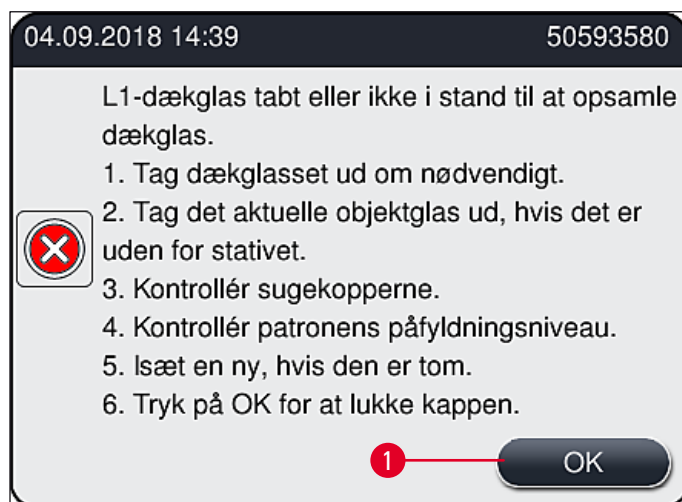

Fig. 109
Hvis **Pick&Place-modulet** mister et dækglas under transport til objektglasset, eller hvis **Pick&Place-modulet** ikke kan fjerne et dækglas fra dæglaskassetten efter 3 forsøg, får brugeren besked om dette via en fejlmeddelelse (→ Fig. 109).
- ① Hvis denne meddelelse (→ Fig. 109) vises, skal brugeren først kontrollere, om et dækglas er blevet tabt under transport til objektglasset, eller om **Pick&Place-modulet** ikke var i stand til at tage et dækglas fra dæglaskassetten.